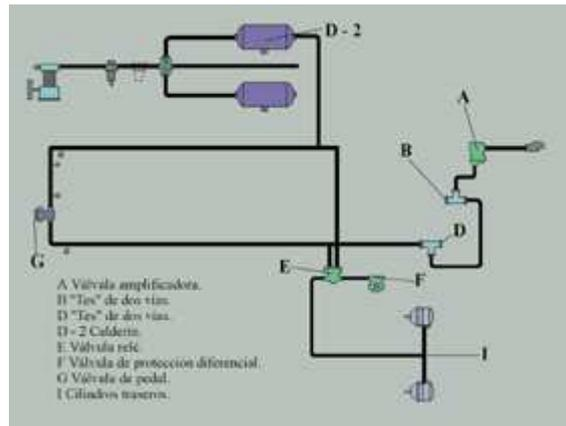

Fig. 49
- Circuito número 2.- Frenos de servicio delantero del vehículo tractor y servicio del remolque **(fig. 49)**.
Circuito número 2: freno de servicio trasero del vehículo tractor y freno de servicio del remolque (fig. 49)